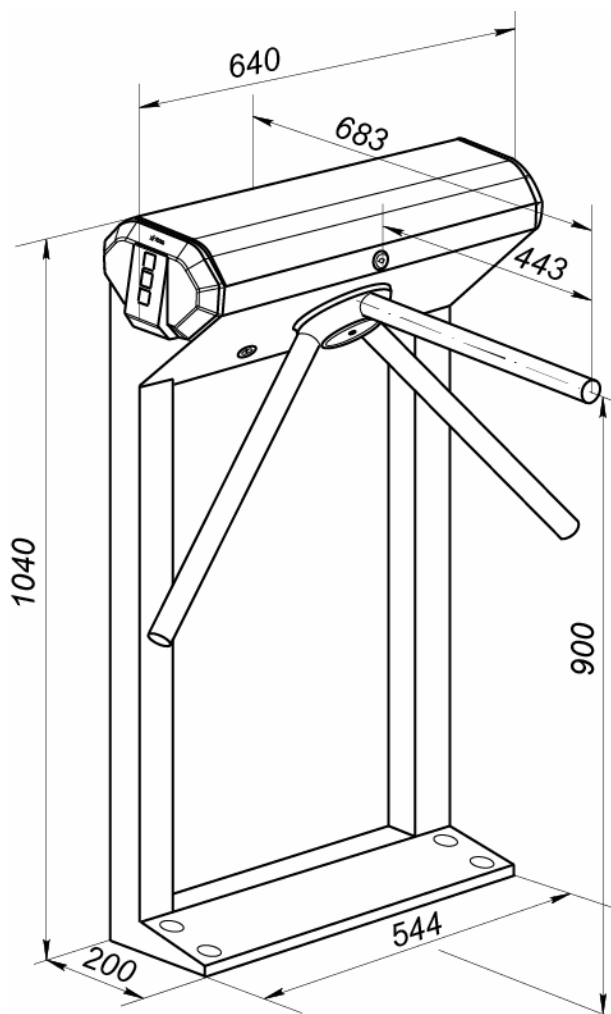
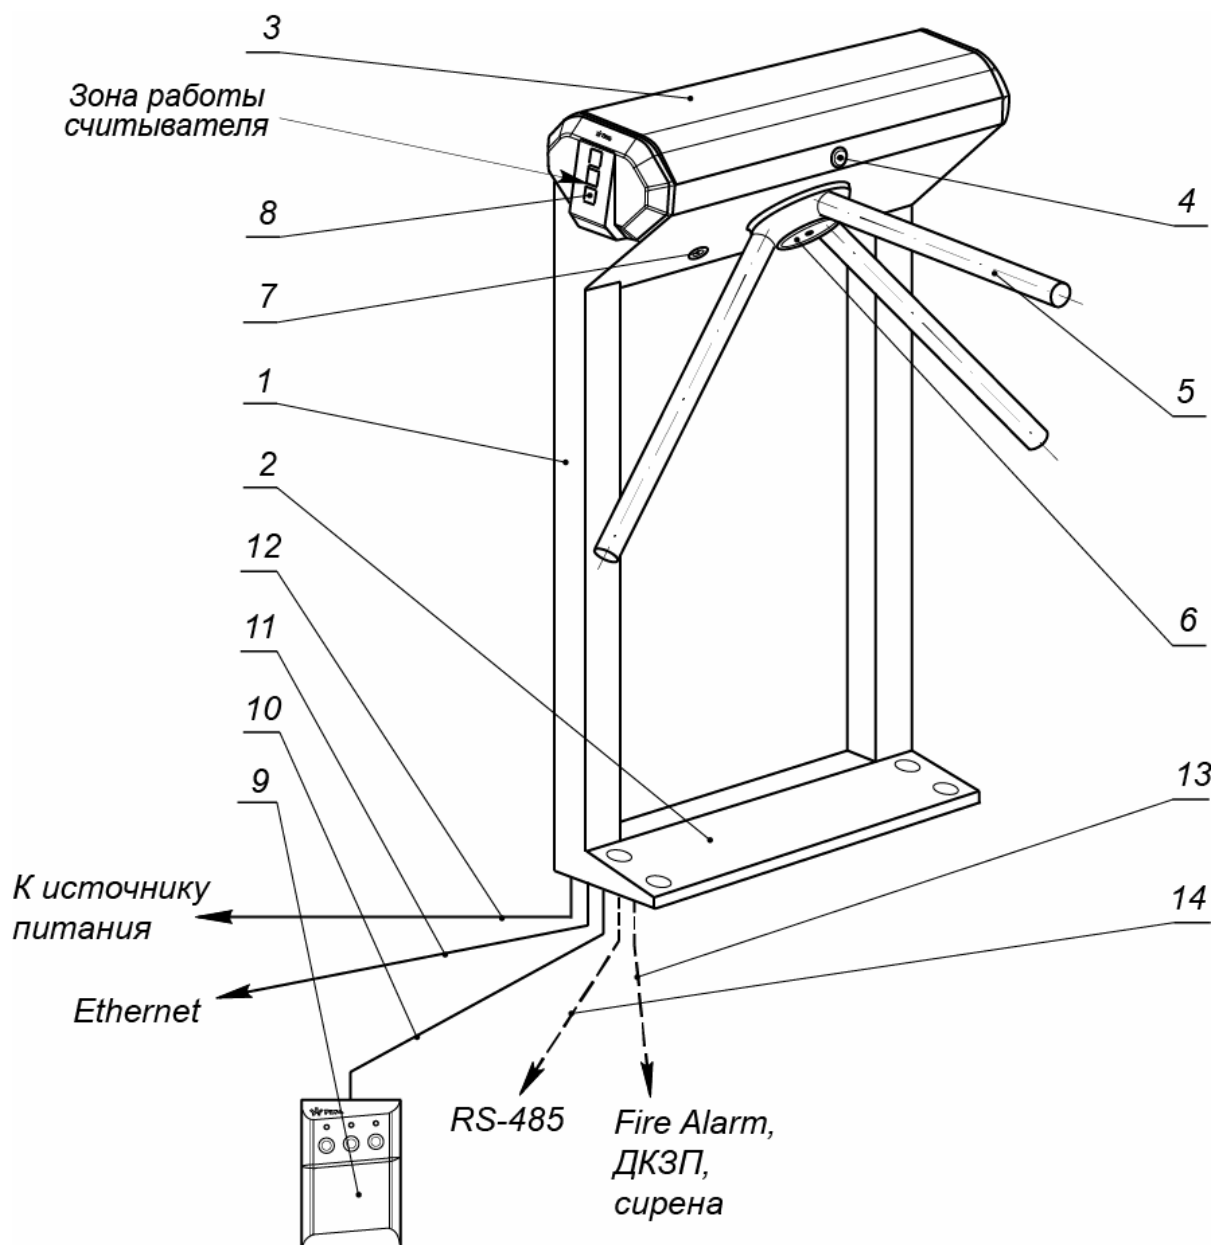

Рисунок 1. Габаритные размеры ЭП
Рисунок 2. Устройство ЭП
5.2.1 Устройство ЭП показано на рис. 2. Номера позиций в тексте *Руководства* указаны в соответствии с рис. 2. Габаритные размеры ЭП показаны на рис. 1. ЭП состоит из стойки со встроенным контроллером и двумя считывателями, трех преграждающих планок и ПДУ (см. рис. 2, позиции 1-3, 5 и 9).